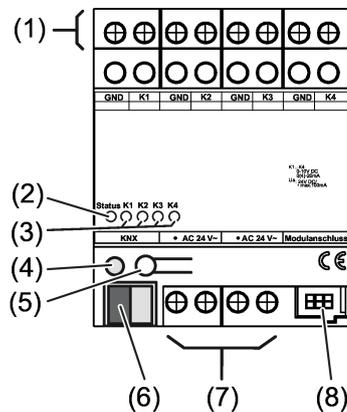
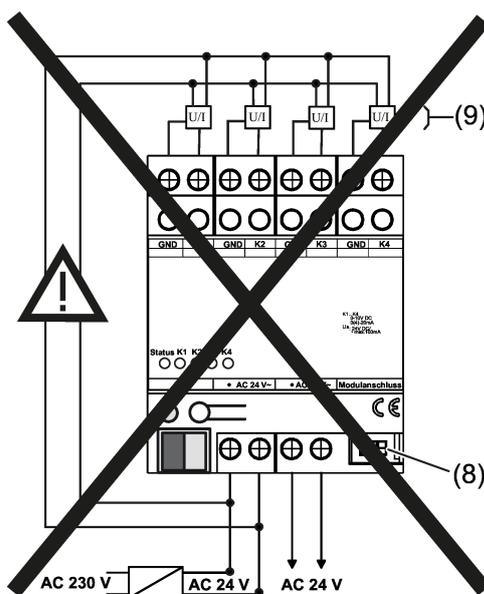
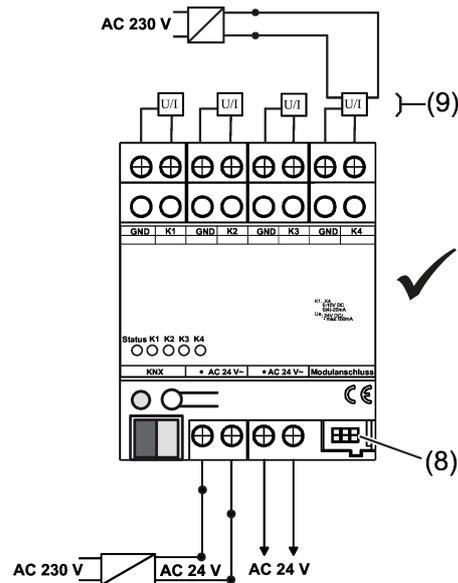

Bild 1: Geräteaufbau
Bild 2: Vorsicht Falschanschluss
Bild 3: Anschlussbeispiel
Gerät und angeschlossene Aktoren nicht an eine gemeinsamen Spannungsversorgung anschließen (siehe Bild 2). Aktoren, die zum Betrieb eine Hilfsspannung benötigen, nur mit separater Spannungsversorgung betreiben (siehe Bild 3).
- Busleitung an Klemmen (6) anschließen (siehe Kapitel "Geräteaufbau" ▶ Seite 3).
- Externe 24-V-Spannungsversorgung, (siehe Bild 3), an die Klemmen (7) anschließen (siehe Bild 1).
- Aktoren (9) der Heizungs-, Klima- und Lüftungstechnik anschließen (siehe Bild 3).